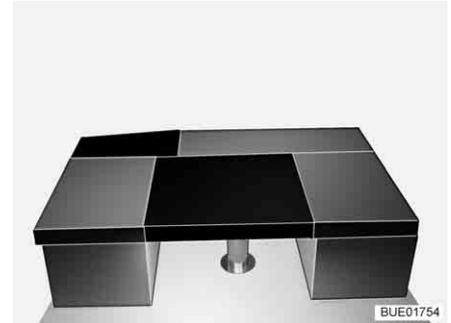

Fig. 120 Dopo la trasformazione
- Collocare il cuscino aggiuntivo rettangolare sul tavolo (davanti al cuscino dei sedili, vedi Fig. 120).